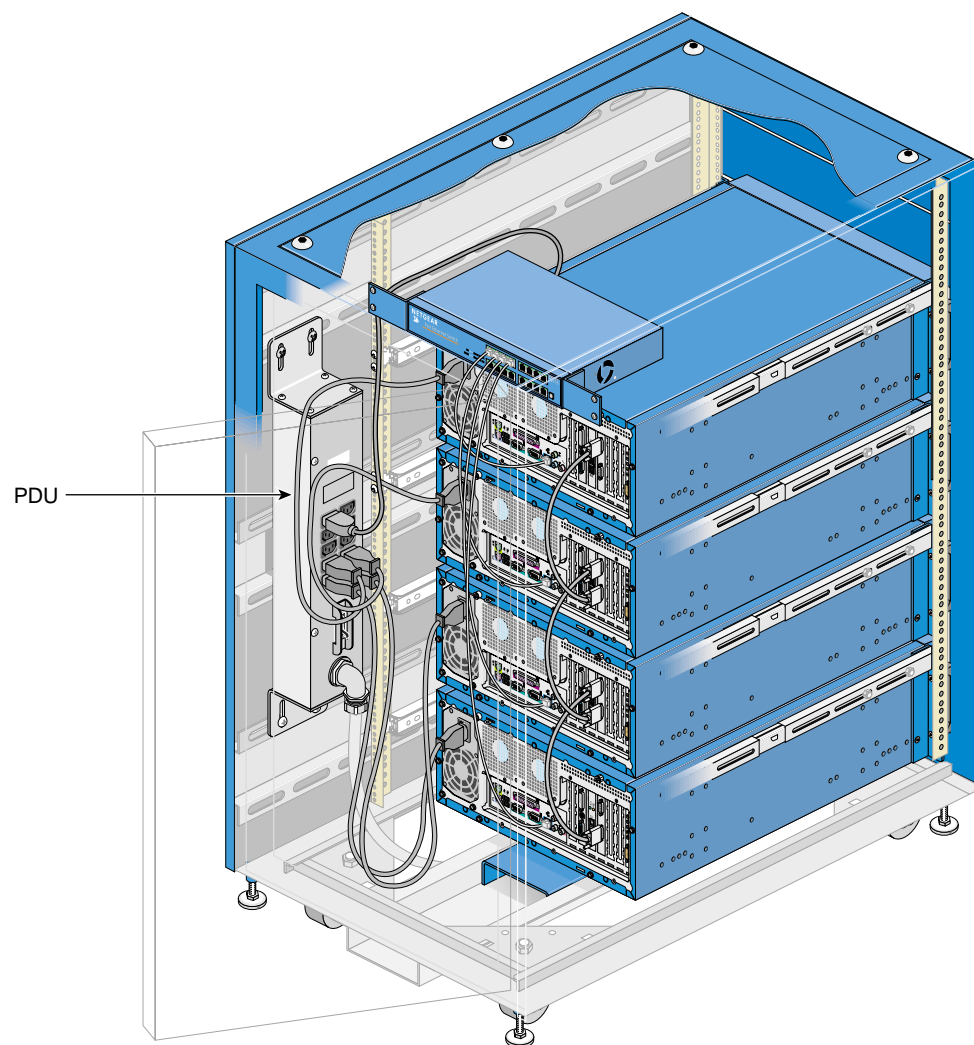

図 3-1 ラックの配電ユニット
- SGI ImageSync デイジーチェーンのケーブル：マスターノードの **OUT** ポートから channel0 の **IN** ポートへ / channel0 の **OUT** ポートから channel1 の **IN** ポートへ / channel1 の **OUT** ポートから channel2 の **IN** ポートへ / 以下同様 (図 3-1 を参照)
4. 配電ユニット (PDU) のブレーカースイッチを使用してラックの電源を入れます (図 3-1 を参照)。